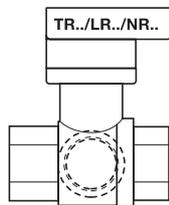
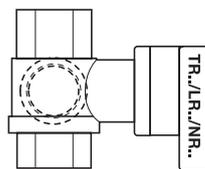
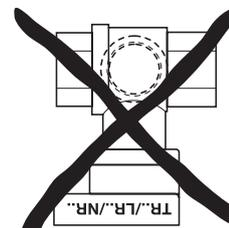

Рис. 1
Рис. 2
Рис. 3
* шестигранный ключ 3 мм (1/8") не входит в комплект поставки электропривода (см. Рис.2)
Шаровый клапан может быть установлен либо **вертикально** (рис. 1), либо **горизонтально** (рис. 2). Однако установка клапана электроприводом вниз не рекомендуется (рис. 3).